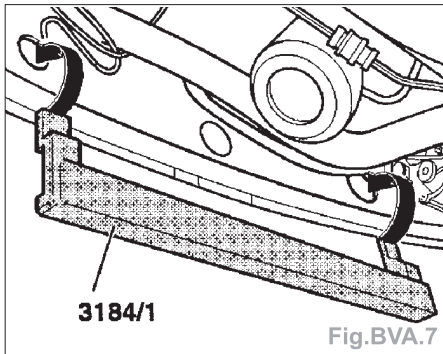

Fig. BVA.7
- Accrocher le support auxiliaire (outil 3184/1) dans la traverse arrière du véhicule (flèches); le cas échéant, déposer de la traverse arrière les faisceaux de câbles et les conduites (Fig. BVA.7).